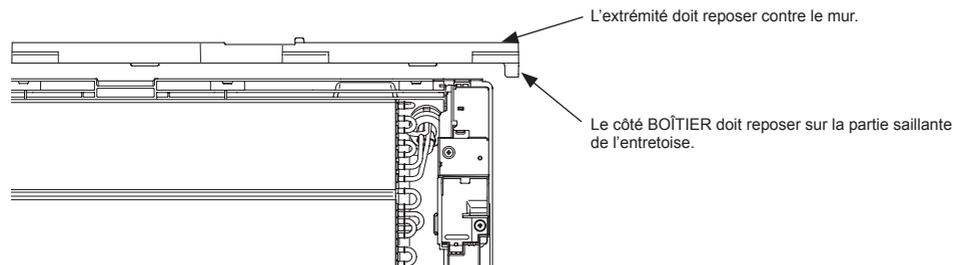

Fig. 4
- 2) Placez l'entretoise sur la surface supérieure du BOÎTIER et fixez-la temporairement avec du ruban adhésif. (Fig. 4)